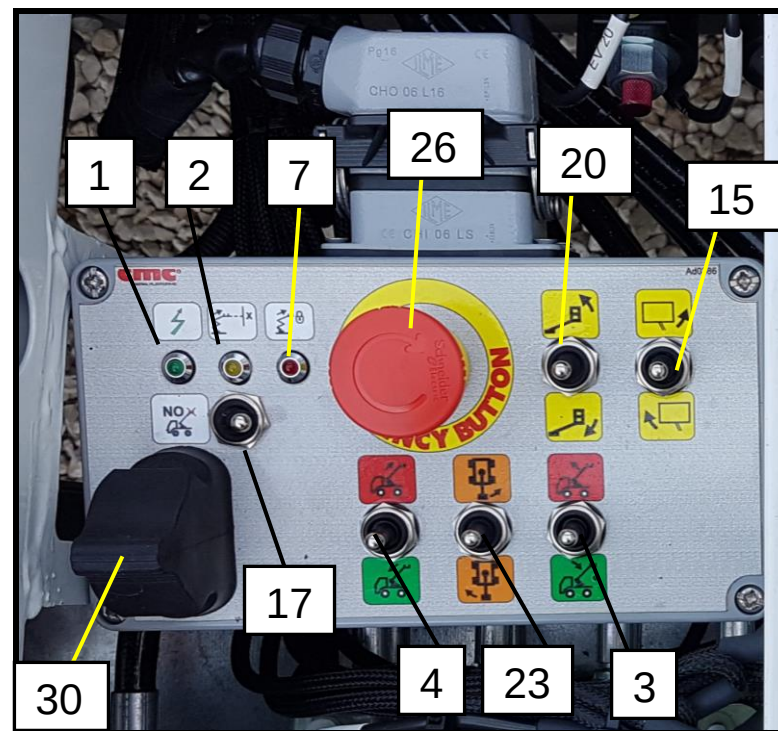

Figura 16 – Postazione comando d'emergenza
15. Abilitare la "Postazione (di emergenza) comando piattaforma" (vedi Figura 16). Adoperando i manipolatori, effettuare la manovra di rientro del braccio telescopico e quindi posizionare lo stesso sul supporto braccio.
Verificare che la spia arancione "stabilizzatori non rientrati"  3 (Figura 16) sia spenta, prima di disinserire la PTO. Altrimenti, l'operatore in cabina deve scendere ed eseguire il corretto e completo rientro degli stabilizzatori, prima di rimettersi in marcia.